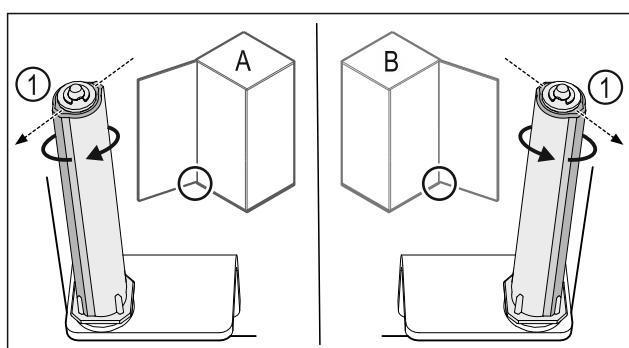

Fig. 43 Okretanje nalijevo (A) / okretanje nadesno (B)
- Okrećite sustav zatvaranja do kraja dok lamela sustava zatvaranja Fig. 43 (1) ne bude usmjerena prema van.